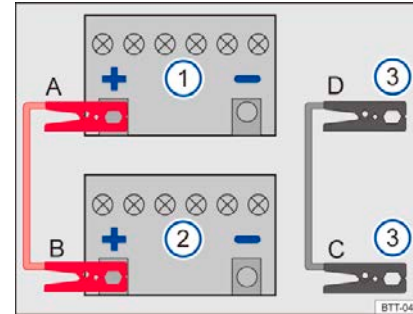

Рисунок 120 Принципиальная схема подключения соединительного кабеля
Обозначения к рисунок 120:
Подключайте соединительный кабель только в последовательности A – B – C – D → рис. 120. Никогда не подключайте черную пусковую перемычку к отрицательному (-) полюсу 12-вольтовой батареи. Подключение отрицательного полюса может привести к неправильной оценке состояния аккумулятора в электрической системе автомобиля.
- Подсоедините один конец красной пусковой перемычки к 12-вольтовой аккумуляторной батарее, установленной на автомобиле → рис. 120 , к положительному (+) полюсу разряженного автомобиля → .
- Подсоедините другой конец красной пусковой перемычки к положительному (+) полюсу автомобиля с двигателем → рис. 120 .
- Подсоедините один конец черной пусковой перемычки → рис. 120  к прочной металлической детали, которая надежно привинчена к блоку цилиндров двигателя или к самому блоку цилиндров двигателя автомобиля.
- Подсоедините другой конец черной пусковой перемычки → рис. 120  к прочной металлической детали, которая надежно привинчена к блоку цилиндров двигателя или к самому блоку цилиндров двигателя для автомобиля с разряженной аккумуляторной батареей → .
- При работающем двигателе соединительный кабель должен быть отсоединен в последовательности D – C – B – A → рис. 120.